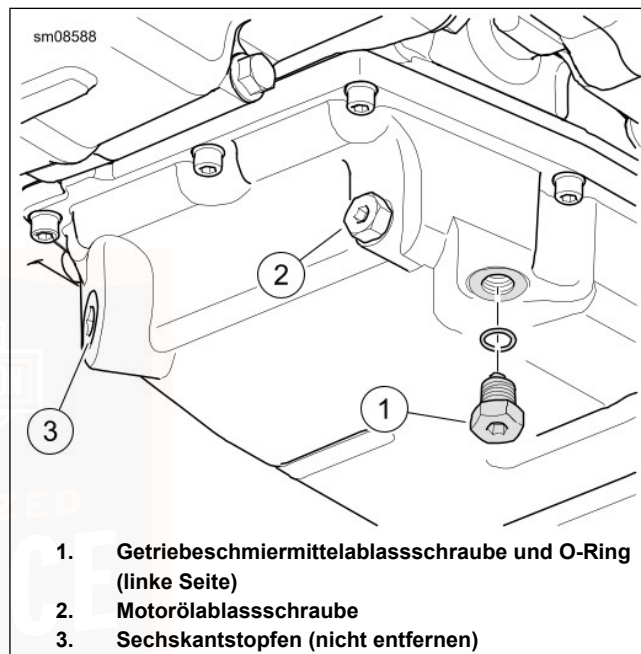

Abbildung 113. Getriebeschmiermittelablass
2. Siehe Abbildung 113. Die Getriebeschmiermittel-Ablassschraube entfernen. Getriebe entleeren.